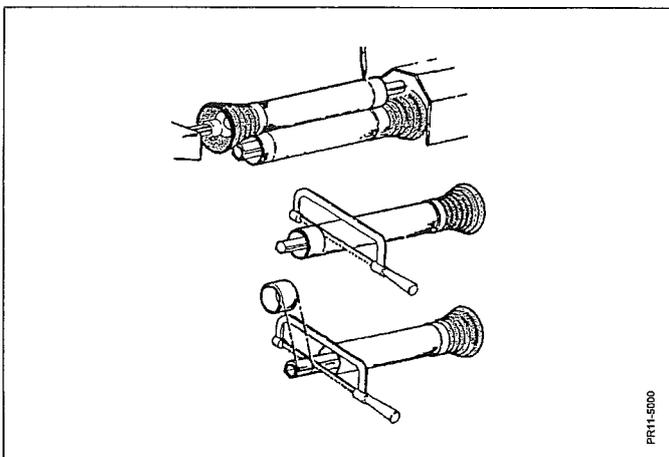

Fig. 2-20
- Fig. 2-20 Die beiden Hälften der Gelenkwelle trennen und je eine Hälfte an den Schlepper (PTO) und an die Maschine (PIC) montieren, wenn diese in demselben waagerechten Plan sind. Dieses entspricht der kürzesten Länge der Welle dieser Maschine und entspricht normalerweise der Arbeitsstellung, wenn die Maschine auf ebenem Untergrund steht. Die Profilrohre parallel nebeneinander halten und 30 mm (Minimum) kennzeichnen.